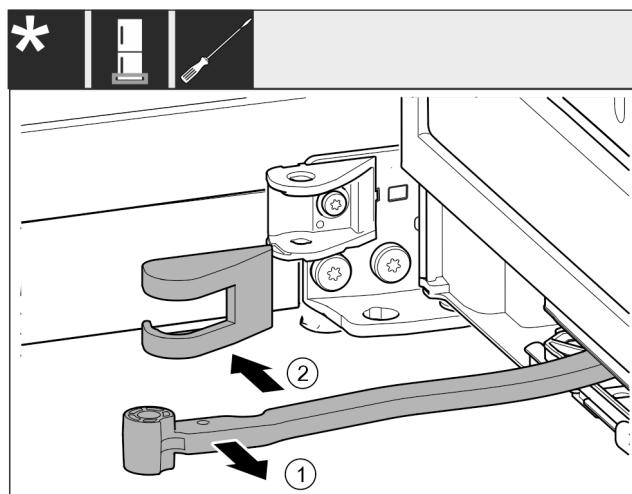

Fig. 17
- ▶ 将铰链 Fig. 17 (1)转向门的方向。
▶ 移除托架盖 Fig. 17 (2)。